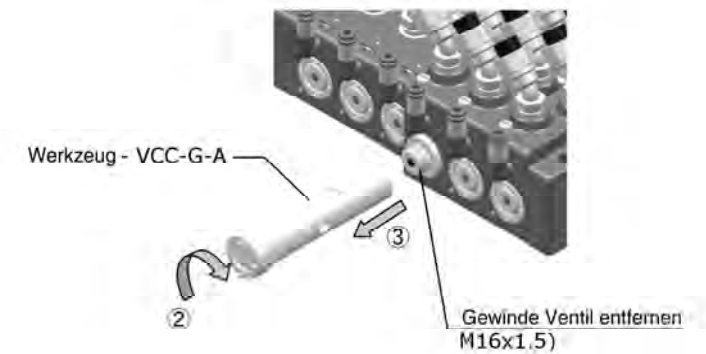

Abb. 5
- Drehen Sie das Werkzeug (VCC-G-A) um, bringen Sie es am Ventil an und drehen Sie es um 45° bis 90° im Uhrzeigersinn ② (zum Lösen der O-Ringe). Ziehen Sie dann das Ventil ③ gerade heraus. Siehe Abb. 5.